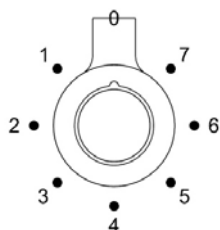

Fig.16
- Tryck in och vrid reglageknoppen, (Fig. 16) motsols, till valt läge.